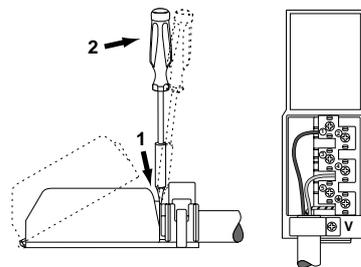

Abb.11
- Schrauben Sie die Schraube der Kabelklemme „V“ sowie die der Kontakte aus. (Abb. 11)